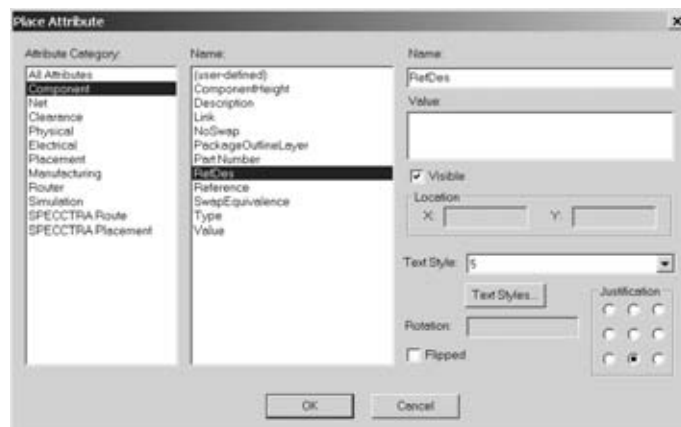

Рис.2.2.14
- Ввести атрибуты элемента. В качестве атрибутов введем место для размещения позиционного обозначения и надпись типа элемента. Выполнить команду **Place Attribute** (Установка признака). В результате появится диалоговое окно Place Attribute. В этом окне в области Attribute Category (Категории атрибута) выбрать Component. В области Name (Имена атрибутов) выбрать RefDes (Позиционное обозначение). В открывшемся списке Text Style выбрать 5. Установить в поле Justification по вертикали — низ, а по горизонтали — центр. Нажать кнопку ОК (рис.2.2.14).